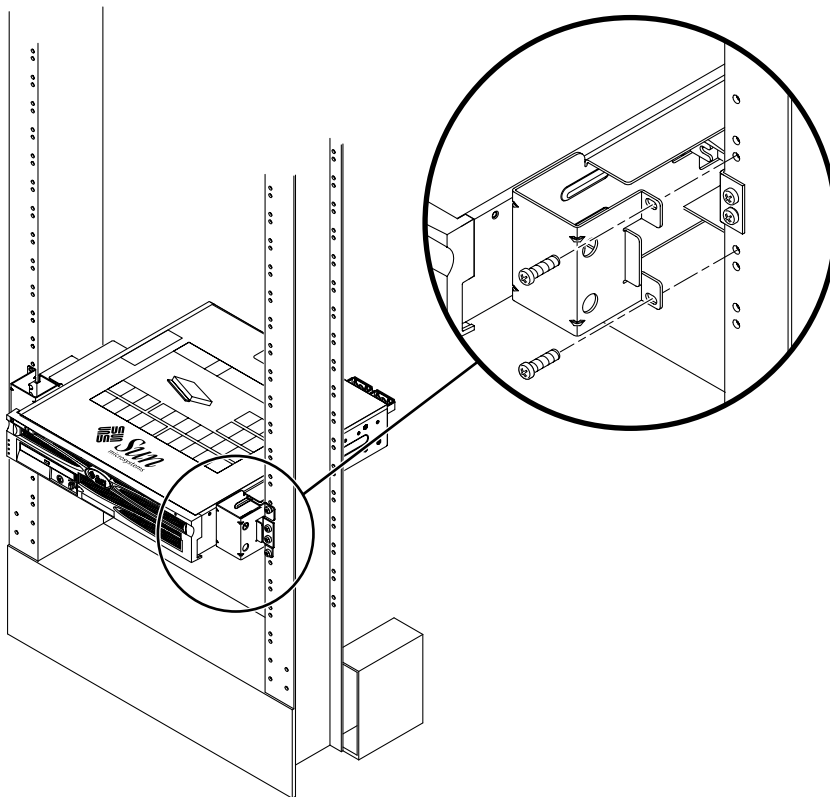

图 3-26 将服务器安装到双柱机架中并加以固定
5. 抬起服务器，将它滑到机架中的导轨上（图 3-26）。
6. 各用两颗螺钉，将服务器上的两个侧托架分别固定到机架前端（图 3-26）。所用螺钉的尺寸将因机架而异。